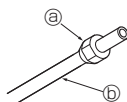

Fig. 5-5
5.2.3. Накручування гайки (Fig. 5-5)